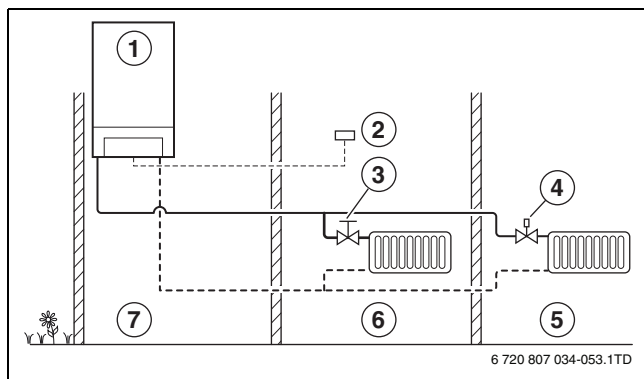

Fig. 23 Principio della regolazione in funzione della temperatura ambiente
- Con la regolazione in funzione della temperatura ambiente la temperatura in tutti i locali viene regolata da un solo termoregolatore installato in un ambiente di riferimento (regolatore in funzione della temperatura ambiente). Per una regolazione corretta della temperatura i radiatori devono essere dotati di valvole per radiatori manuali o di valvole termostatiche completamente aperte (→ fig. 23).